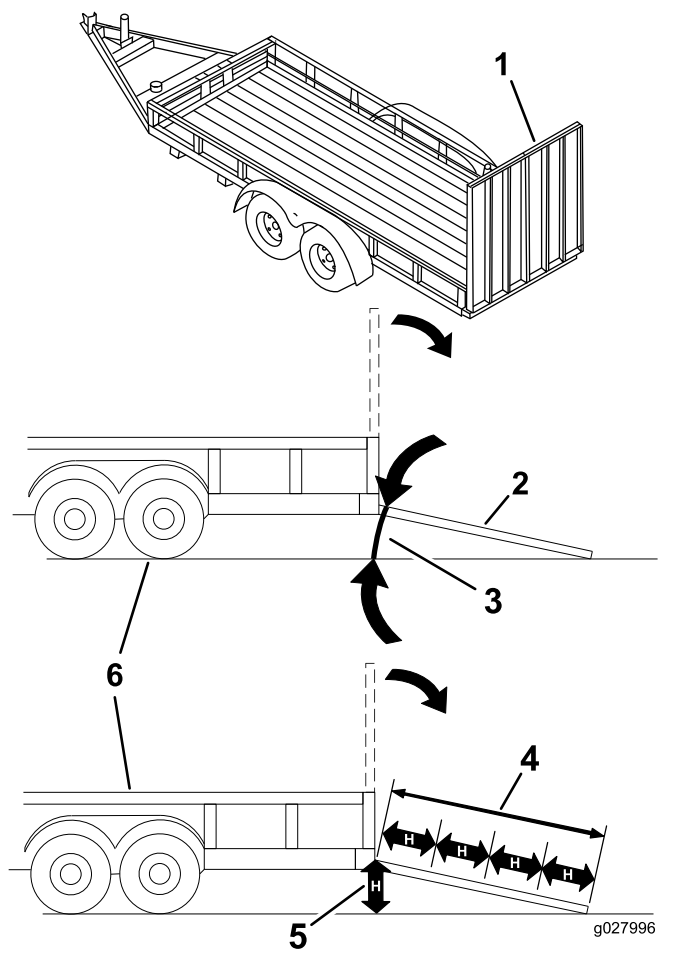

Figura 38
Încărcarea unei maini pe o remorcă sau un camion crete riscul de răsturnare i poate cauza răniri grave sau moartea (**Figura 38**).
3. Coborâi rampa, asigurându-vă că unghiul dintre rampă i sol nu depăește 15 grade (Figura 38).
1. Coborâi rampa, asigurându-vă că unghiul dintre rampă i sol nu depăește 15 grade (Figura 38).